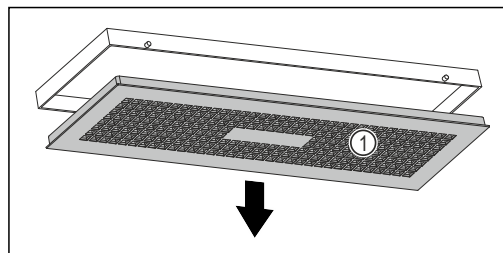

Fig. 161
- Lēnām grieziet ūdens tvertni uz leju un turklāt noturiet pārsegu Fig. 161 (1).
- Izņemiet pārsegu Fig. 161 (1).